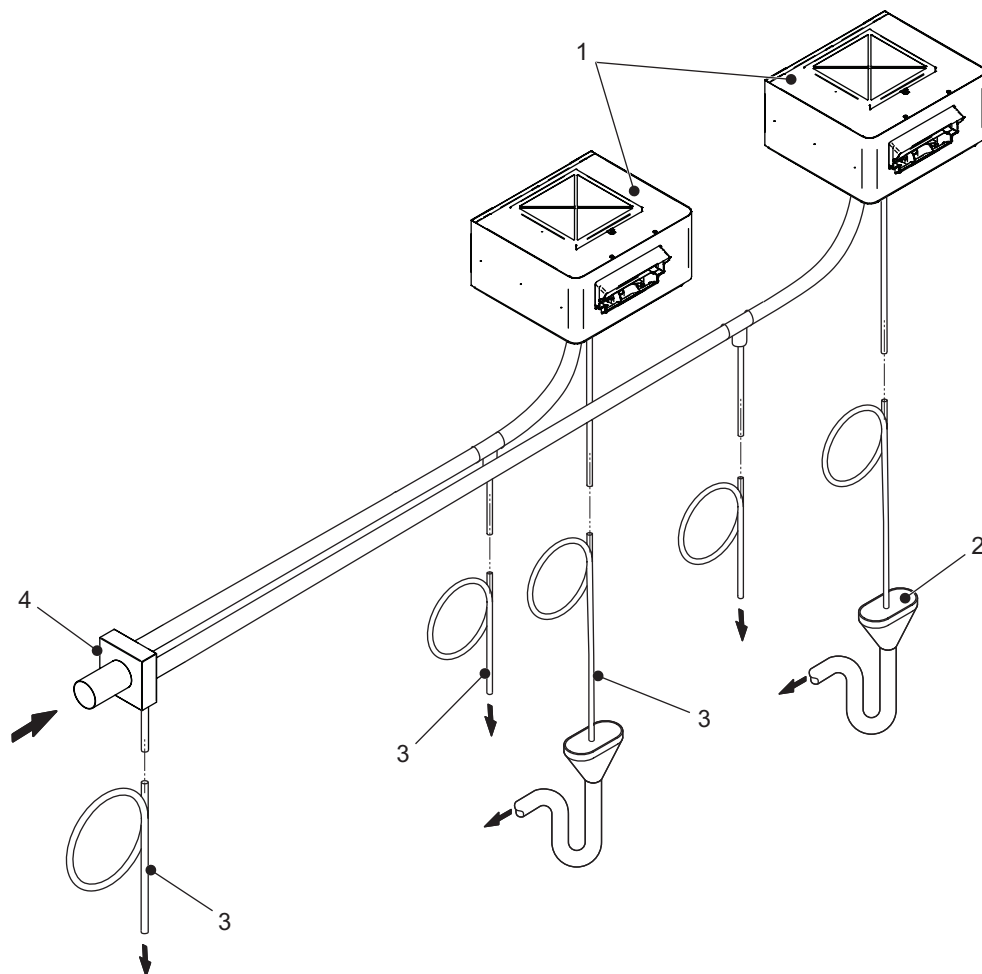

Figure 5 : Installation habituelle des unités de ventilation multiples avec un humidificateur Condaïr GS
En outre, les unités de ventilation peuvent également être installées à distance avec des humidificateurs Condaïr GS 195/260 à l'aide d'un adaptateur. Référez-vous à la Figure 5. Contactez votre représentant Condaïr pour des plus amples informations.
- Pour les humidificateurs Condair GS un adaptateur doit être utilisé pour le raccordement de la conduite de vapeur à plus d'un appareil de ventilation – voir Figure 5 à la page 17. Contactez votre représentant Condair pour des informations détaillées sur les conduites de vapeur de l'humidificateur Condair GS.